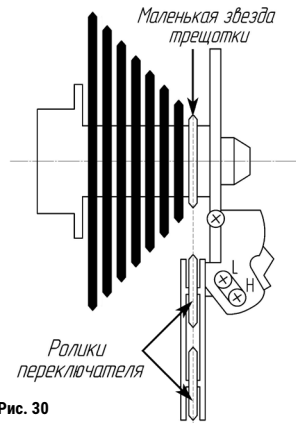

Рис. 30
3. Вращением регулировочного винта «Н» верхней границы переключателя добейтесь, чтобы ролики переключателя, цепь и маленькая звёздочка трещотки находились в одной плоскости (рис. 30).
1. Поверните регулировочный винт «L» против часовой стрелки до тех пор, пока вращение винта не будет влиять на перемещение переключателя (рис. 30).
3. Поворотом регулировочного винта «L» по часовой стрелке добейтесь, чтобы ролики заднего переключателя скоростей, цепь и большая звезда трещотки находились в одной плоскости (рис. 30).